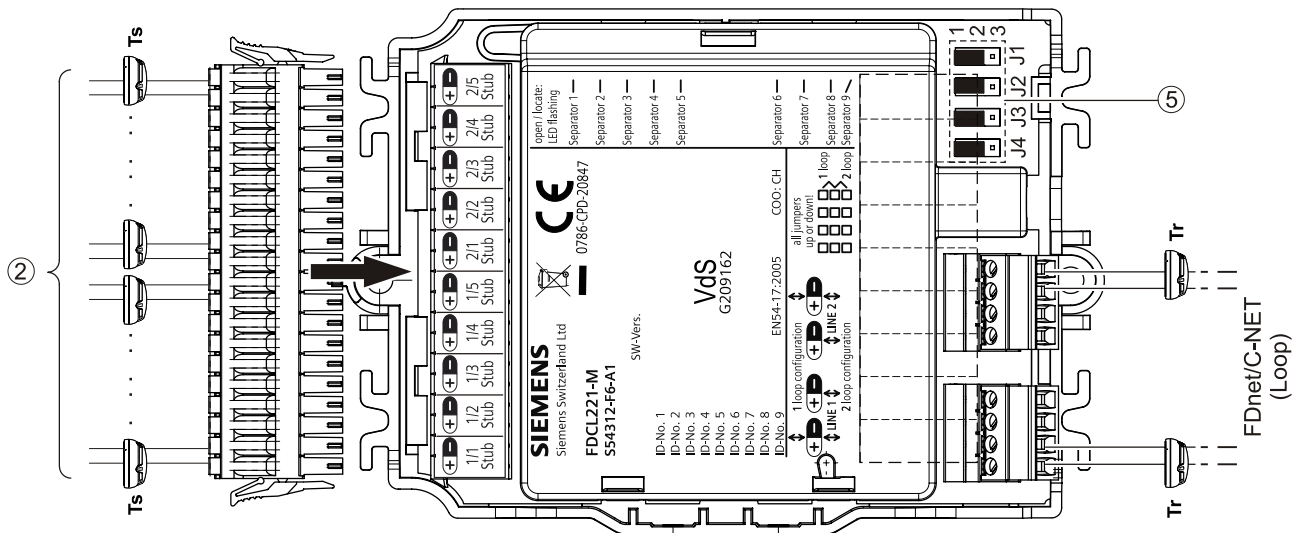
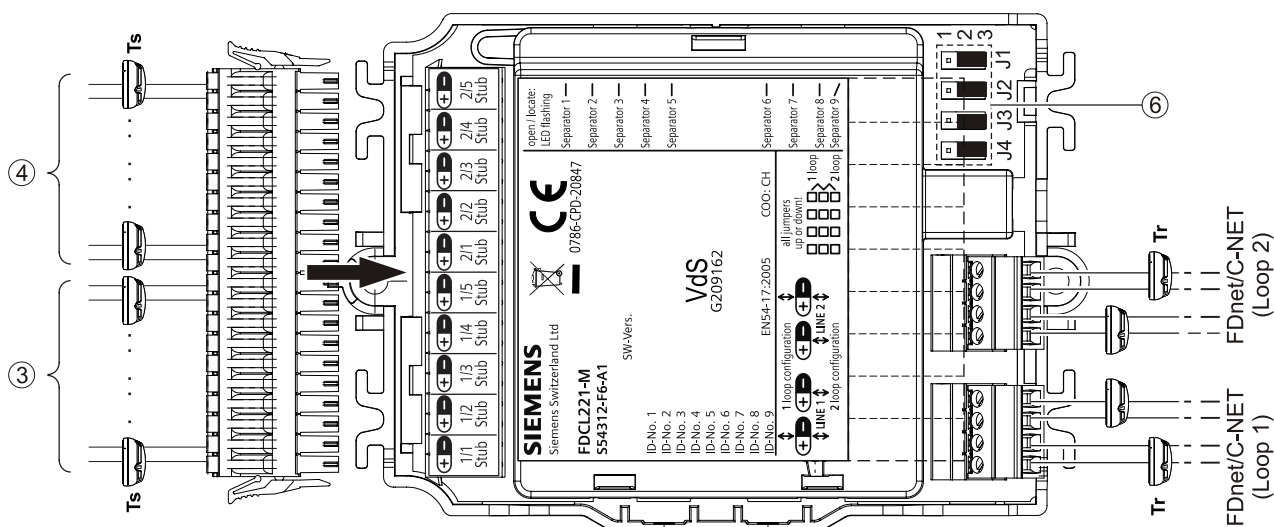

Fig. 10
Fig. 11
- 1-loop operation: Fig. 10
- 2-loop operation: Fig. 11
3. Insert jumpers J1...J4 according to operating mode of multi line separator module (Fig. 10 or Fig. 11).
- 1-Loop-Betrieb: Fig. 10
- 2-Loop-Betrieb: Fig. 11
3. Stecken Sie die Jumpers J1...J4 entsprechend der Betriebsart des Mehrfach-Linientrenners (Fig. 10 oder Fig. 11).